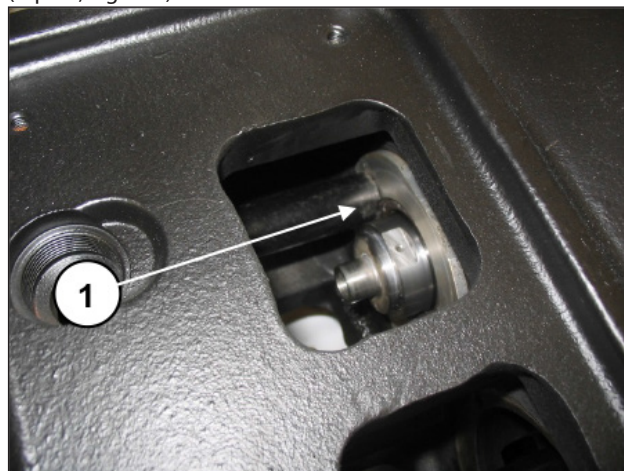
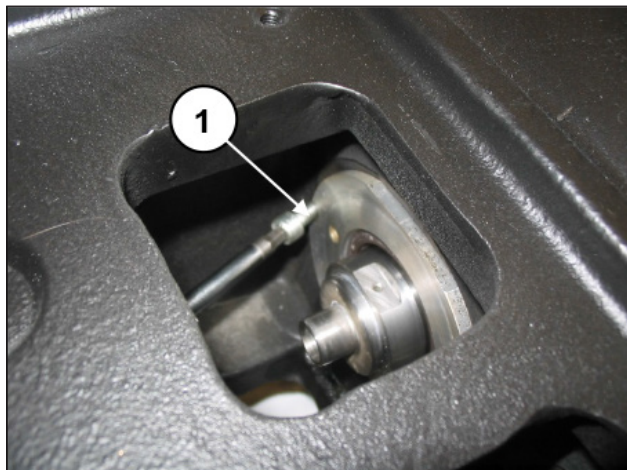

Fig. 119
Fig. 120
S'assurer que le couvercle entre à fond dans le logement (rep. ①, Fig. 119) en prenant garde de ne pas endommager la lèvre du joint Spi. Visser les carters d'huile à l'aide de 2 vis M6x14 (rep. ①, Fig. 120).